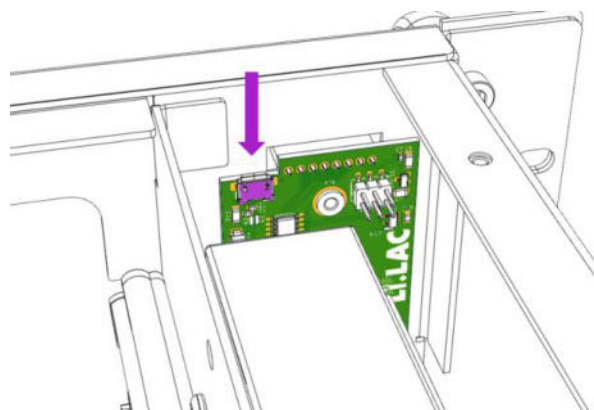

Fig. 8
4. Conecte el cable micro-USB (Fig. 8).